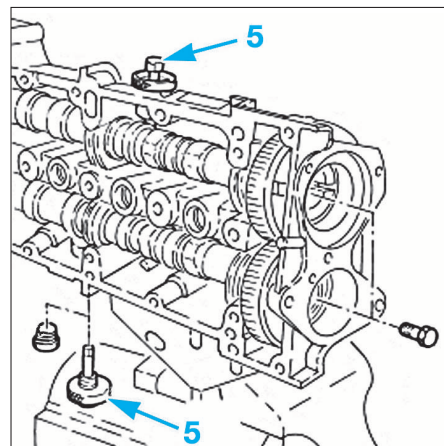

FIG. 27
- 5. Vis de calage d'arbre à cames (ref Fiat : 1871000900) (Fig.27).
- Monter les outils de calage (5) des arbres à cames d'échappement et d'admission (Fig.27).
- Déposer les outils de calage des arbre à cames (Fig.27).
- Positionner les 2 arbres à cames et les bloquer avec les outils de calage (Fig.27).